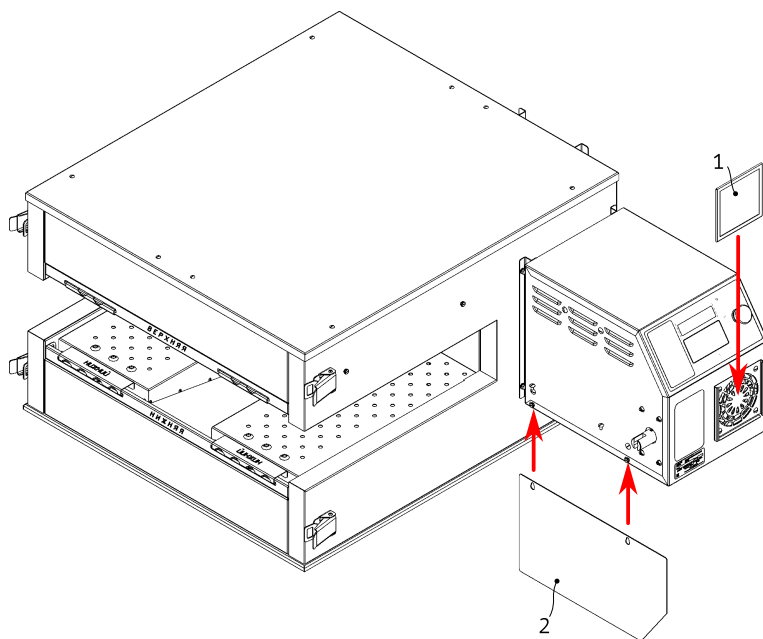

Рисунок 5
6. Установите фильтр воздушный (1), см. Рис. 5.
7. В случае установки печи вторым или третьим ярусом, установите экран тепловой (2) на все печи, кроме нижней, см. Рис. 5.